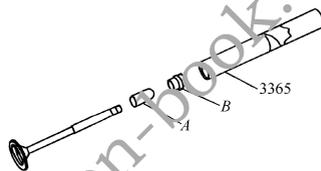

图 2-89 将塑料套装到气门杆上
1) 如图 2-89 所示，将塑料套 A 装到气门杆上，以防损坏新的气门杆油封。
2) 在气门杆油封 B（图 2-89）的密封唇上轻涂一层机油。